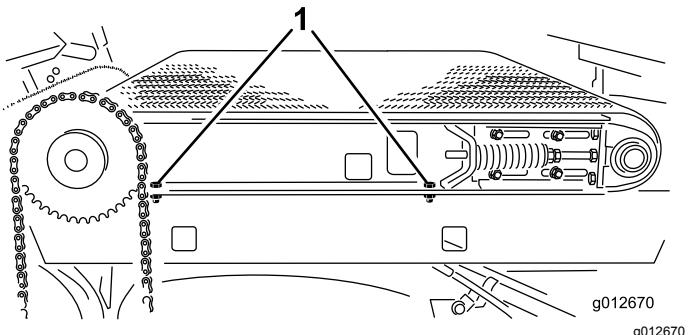

Рисунок 33
4. Ослабьте на правой стороне машины 2 болта, которые крепят балку подвижной рамы к правому крылу (Рисунок 33). Убедитесь, что болты ослаблены настолько, что подвижную плиту можно наклонить.